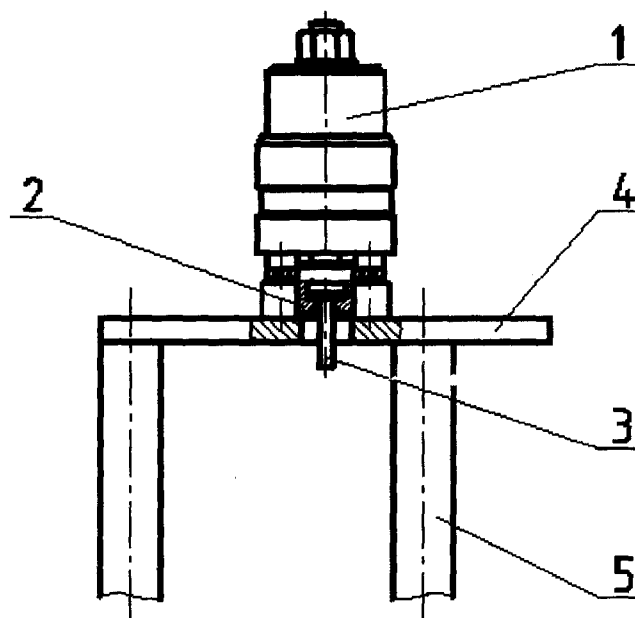

рис.1
3.3 Прикрепить, используя приспособление, на захват прибора серьгу с чашкой под гири (рис.1) и сориентировать ее положение строго вертикально относительно оси упора, но свободно, чтобы было удобно для управления адгезиметром без дополнительной поддержки.